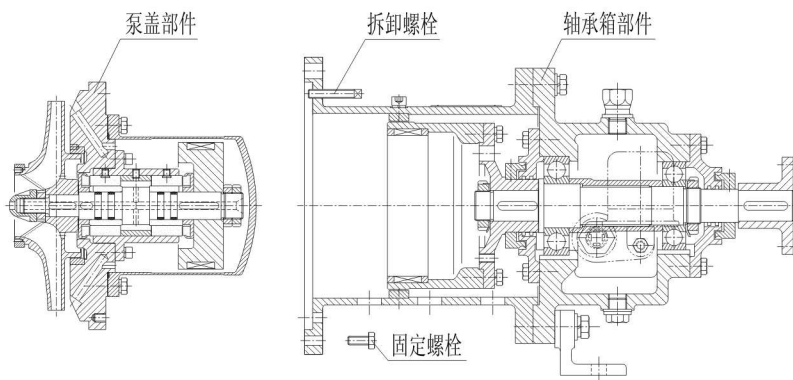

图 10
5.2 轴承箱部件与泵盖部件的分离（见图10）
5.3 泵盖与隔离套及其它轴系零件的分离（见图10）
5.5 滑动轴承座与滑动轴承的分离（见图10）
5.6 轴套与轴的分离（见图10）